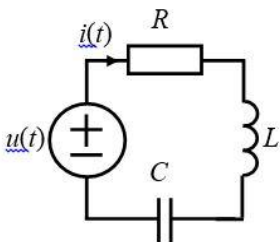

Рис. 5.1. Последовательный колебательный контур
Схема последовательного колебательного контура в режиме вынужденных колебаний приведена на рис. 5.1.
По своим свойствам эта схема дуальна рассмотренной выше схеме последовательного контура, представленной на рис. 5.1. При резонансе, когда равны реактивные сопротивления катушки индуктивности и конденсатора, становится максимальным модуль комплексного сопротивления этого контура
1) Используя эквивалентные схемы последовательного контура представленного на рис.5.1 для $\omega = 0$, $\omega = \infty$ и $\omega = \omega_0$, определите значения АЧХ на этих частотах и проверьте результаты эксперимента.